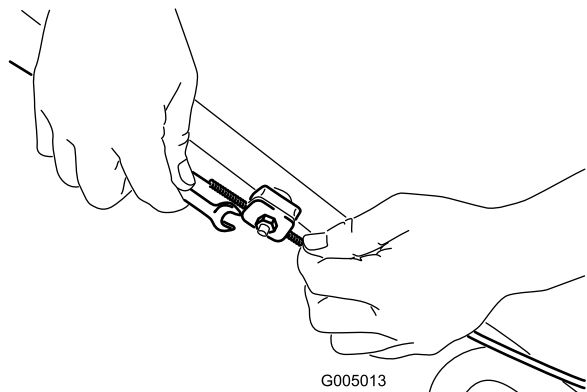

Рисунок 28
1. Ослабьте гайку держателя троса (Рисунок 28).